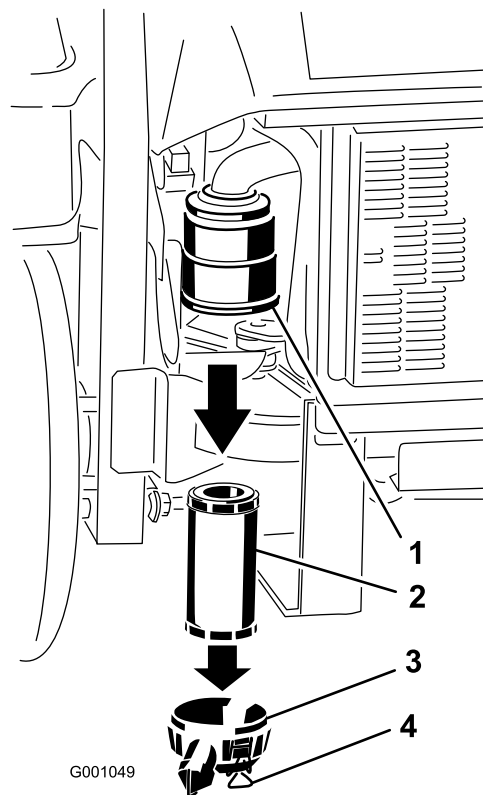

Bild 54
3. Lösen Sie die Riegel am Luftfilter und ziehen Sie die Luftfilterabdeckung vom Luftfiltergehäuse ab (Bild 54).
5. Schieben Sie den Filter vorsichtig aus dem Luftfiltergehäuse heraus (Bild 54).